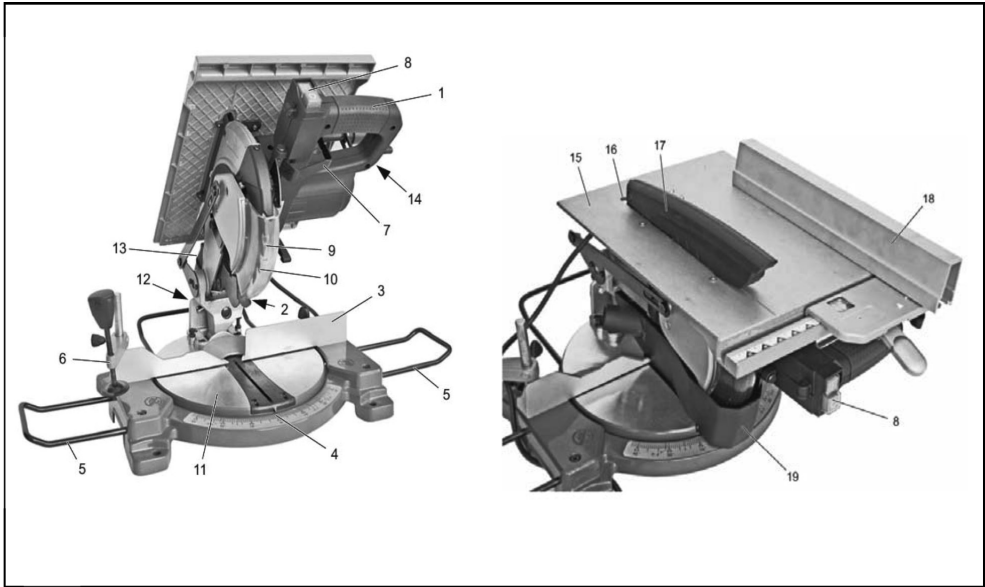

Рис. 1
Пила имеет поперечный упор, к которому следует прижимать заготовку, независимо от типа распиловки (3), Рис. 1.
8. Чтобы зафиксировать заготовку, пользуйтесь фиксатором заготовки 6 (Рис. 1).